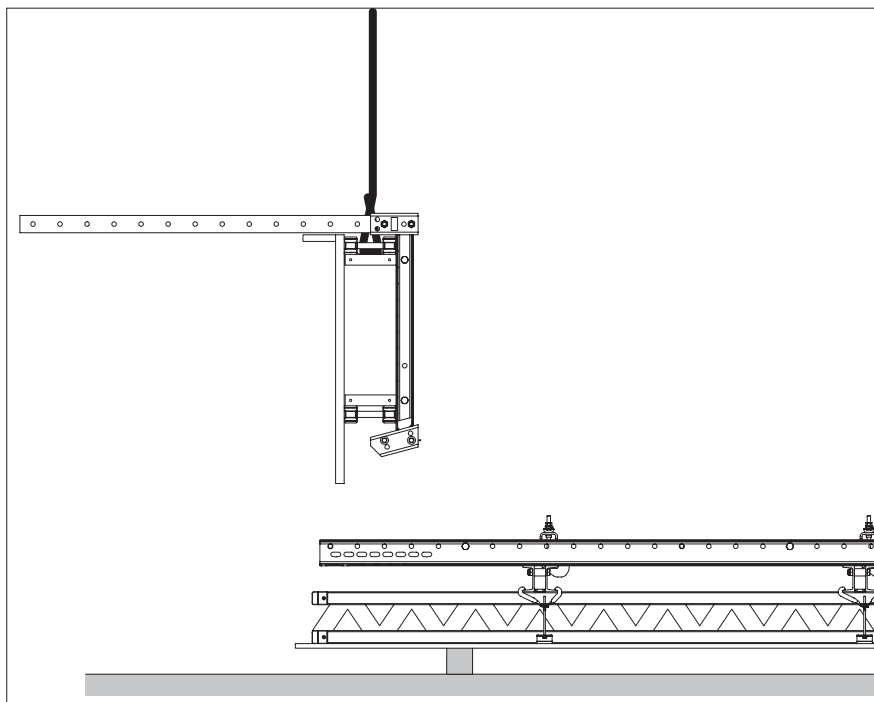

Fig. C1.10
5. Fissare la piattaforma di getto sulle travi all'attrezzatura di sollevamento della gru e trasportarla fino alla cassaforma. (Fig. C1.10)